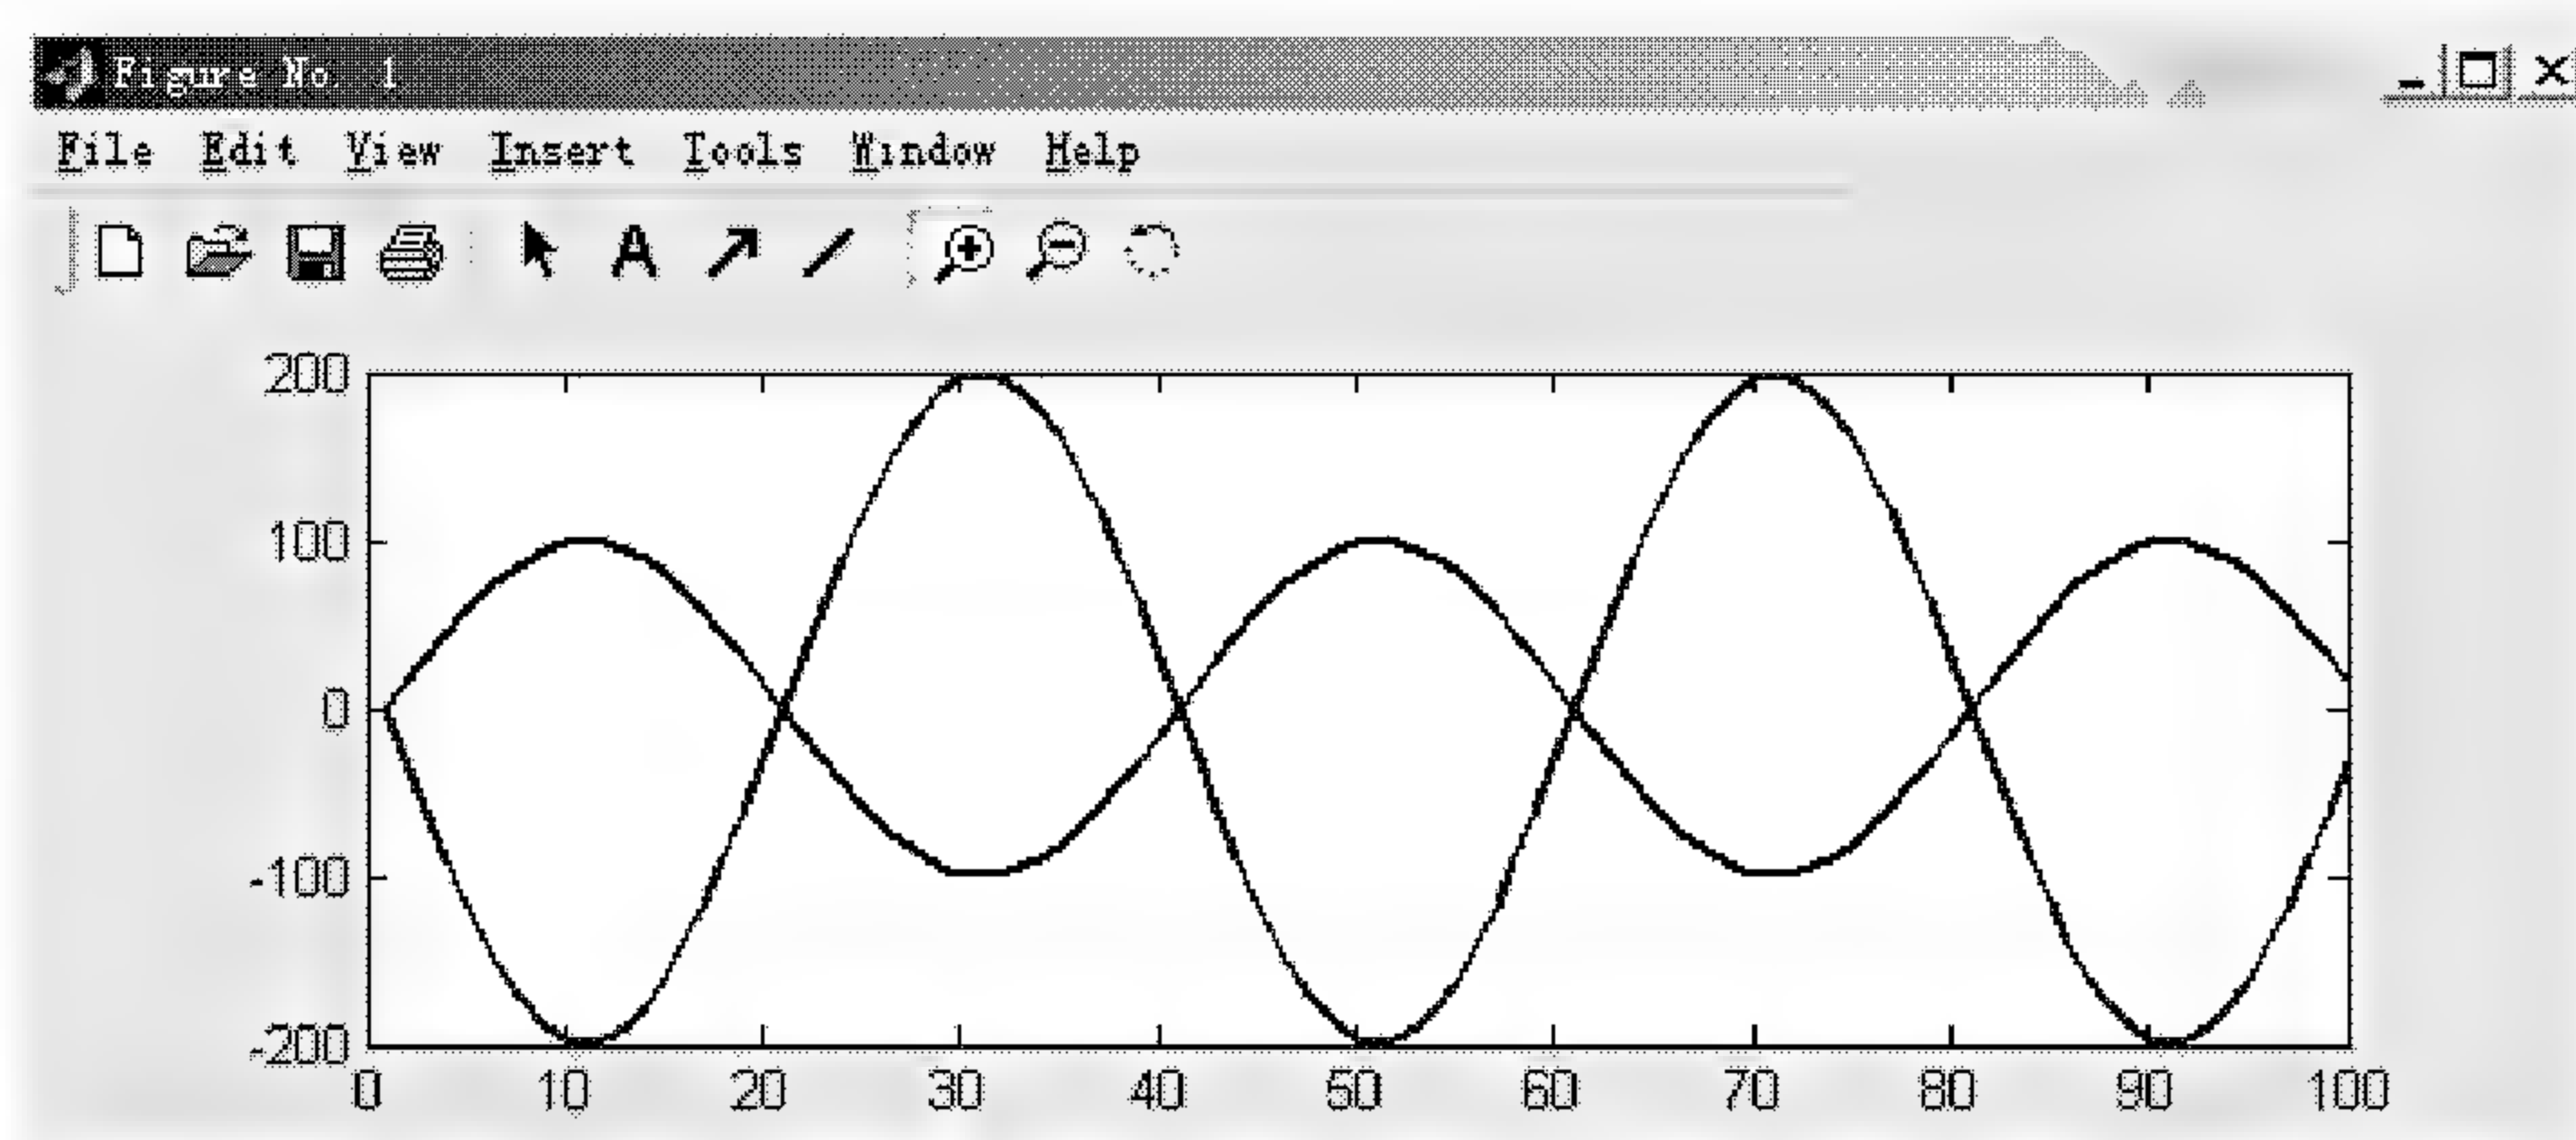

图 3.32 利用 MATLAB 对目标 DSP 中数据进行画图显示
(3) 读目标 DSP 中的数据并对其画图, 如图 3.32 所示。